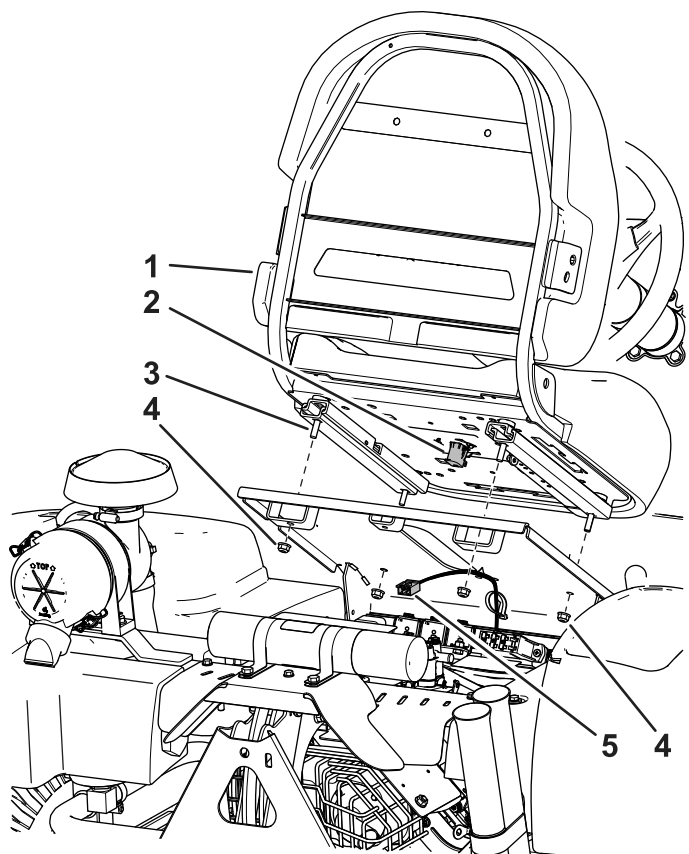

Figure 4
3. Fixez le siège sur son socle avec les 4 écrous retirés précédemment; voir Figure 4.
4. Localisez le faisceau de la machine et connectez-le au contacteur su siège (Figure 4).